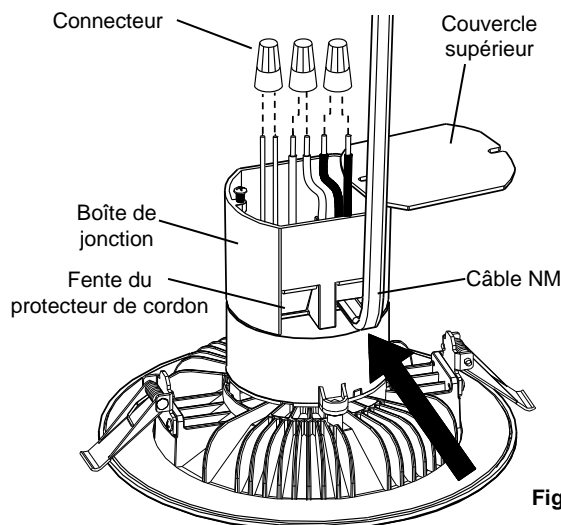

Fig. 3
- Ouvrez le couvercle supérieur de la boîte de jonction. Insérez une longueur d'environ 5 à 6 po (12,7 à 15,24 cm) du câble NM dans la boîte de jonction en la faisant passer par la fente d'un des protecteurs de cordon. (Fig. 3)
- Enlevez une longueur d'au moins 3 po (7,62 cm) de la gaine extérieure du câble et retirez le film de plastique ou le papier. Dénudez l'extrémité de tous les fils d'alimentation sur une longueur d'environ 3/8 po (9,5 mm). À l'aide des connecteurs de câble, effectuez les connexions électriques suivantes dans la boîte de jonction (Fig. 3) :